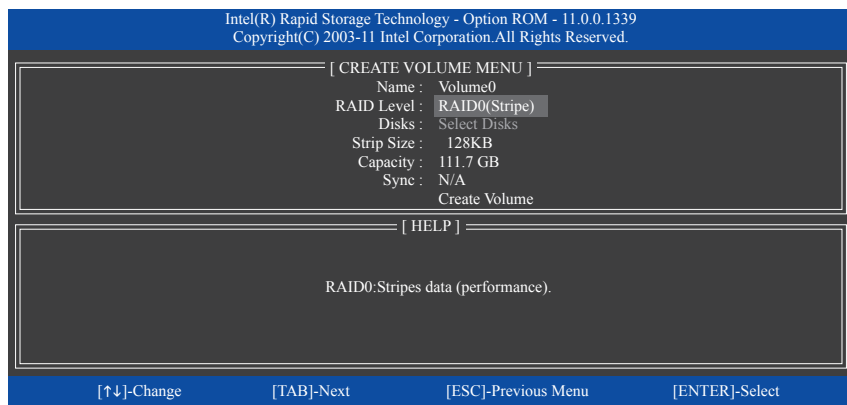

図 4
**CREATE VOLUME MENU** スクリーンに入った後、**Name** アイテムの下で 1~16 文字 (文字に特殊文字を含めることはできません) のボリューム名を入力し、<Enter> を押します。次に、RAID レベルを選択します (図 4)。サポートされる RAID レベルには RAID 0、RAID 1、RAID 10、と RAID 5 が含まれています (使用可能な選択は取り付けられているハードドライブの数によって異なります)。<Enter>を押して続行します。